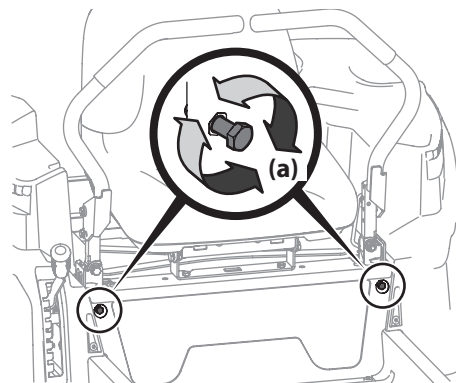

Figura 4-10
- Ubique los pernos del ajuste de detención de las palancas de control de la transmisión (a) que están en el frente del marco del asiento. Consulte Figura 4-10.